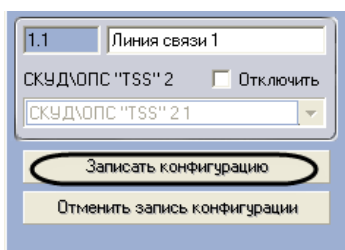

Рис. 3.3—4 Пересылка конфигурации в контроллеры СКУД/ОПС TSS2
1. Перейти на панель настроек объекта **Линия связи** (Рис. 3.3—4).
2. Нажать кнопку **Записать конфигурацию** (см. Рис. 3.3—4).